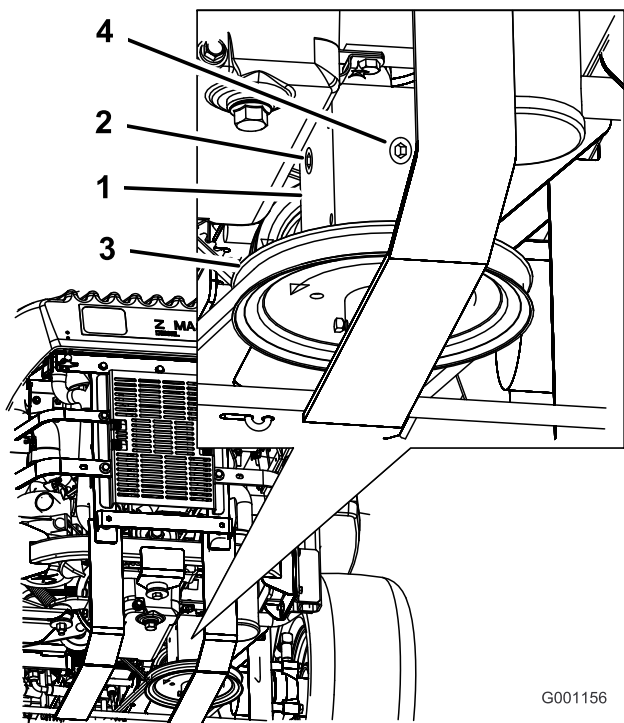

Figura 75
- Togliete il tappo laterale o posteriore degli ingranaggi (Figura 75).